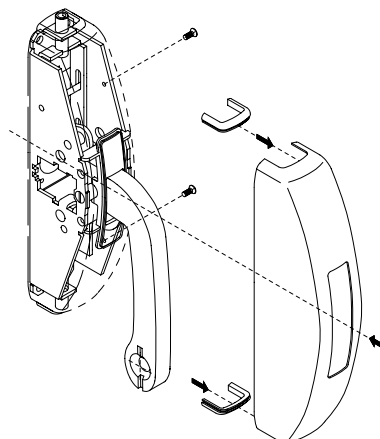

FIG. 10
- 9) Montare i carter fissandole alla scatola utilizzando le quattro viti da M3 x 6 in dotazione con l'avvertenza di inserirvi, in alto ed in basso sui carter, i collari di raccordo (fig. 10).
- 9) Mount the housings fixing them to the casing using the four M3 x 6 screws supplied taking care to insert, in the upper and lower parts of the housing, the joining collars (Fig. 10).
- 9) Monter les carter en les fixant sur le coffre au moyen des quatre vis M3 x 6 fournies en veillant à y introduire, en haut et en bas sur les carter, les colliers de raccord (fig. 10).
- 9) Coloque los cárteres fijándolos al cofre con los cuatro tornillos M3 x 6 suministrados, colocando, en la parte superior e inferior de los cárteres, las abrazaderas de unión (Fig. 10).
- 9) De carters, met de vier meegeleverde schroeven M3 x 6, op de kast monteren, door de aansluitringen (afb. 10) boven en onder de carters aan te brengen.
- 9) Hauben montieren, sie werden mit Hilfe der mitgelieferten, vier Schrauben M3x6 auf dem Kasten befestigt, dabei Acht geben, dass die Verbindungsringe (Abb. 10) auf den Hauben oben und unten eingesetzt werden.
- 10) Determine la distancia exacta entre las abrazaderas de la barra (Fig. 10) $L = \dots\dots\dots$ y corte la barra a una longitud de $L - 8 \text{ mm} = \dots\dots\dots + 0,5 \text{ mm} / -1,5 \text{ mm}$